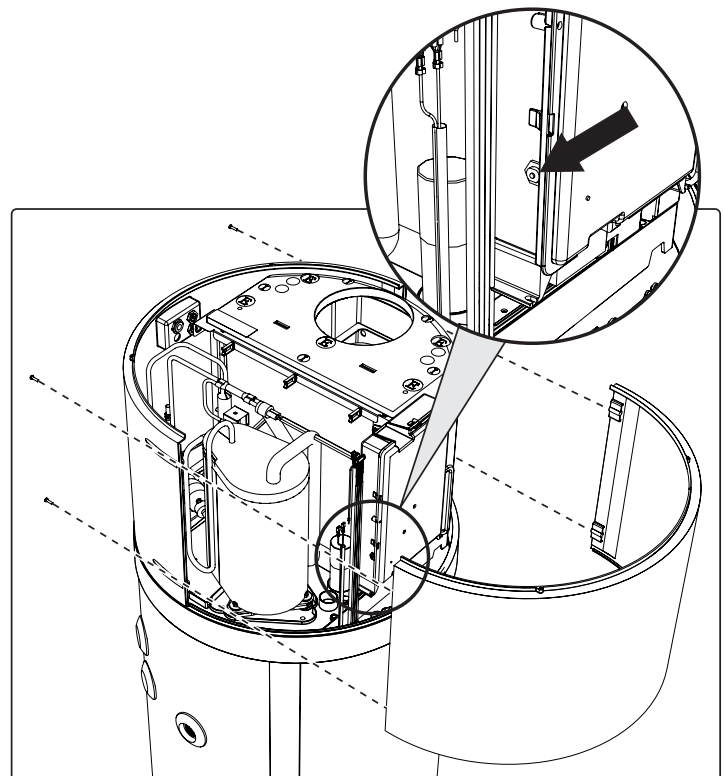

fig. 46- Remoção do painel frontal
- Remova o painel frontal e reponha manualmente o termóstato de segurança acionado (fig. 46). No caso de intervenção, o pino central do termóstato fica saliente aprox. 2 mm.